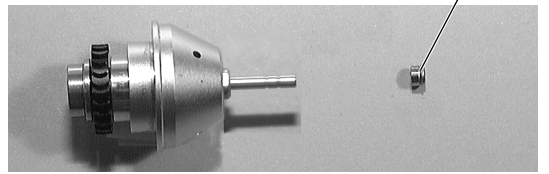

Fig.19
- (6) Rotor ağıtının ucundaki rehber yuvarın rehberinin uzun tarafına önce yapay frez ucuna getirin. (Fig.19)